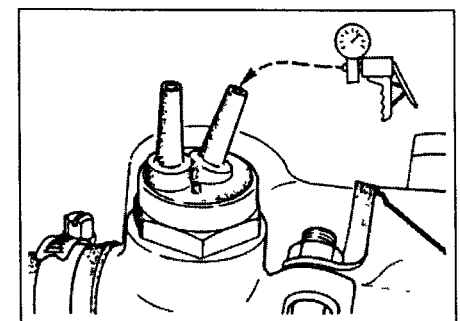

Рис. 5.75 Использование вакуумного насоса для создания разрежения в термоклапане
- 75 Ниже 20°C вакуумметр должен регистрировать большое разрежение (клапан закрыт). Обратите внимание, что клапан имеет необходимую небольшую утечку. Таким образом, клапан будет удерживать разрежение (если клапан холодный) только непродолжительное время (рис. 5.75).